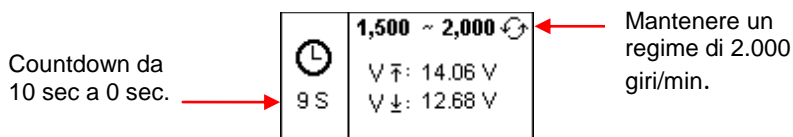

Fig.46
9. Premere il tasto di conferma  e il display cambierà come mostrato nella Fig. 46 qui sotto